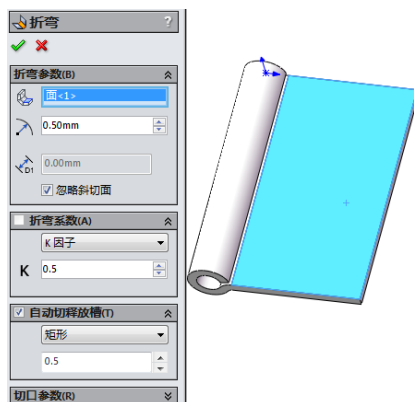
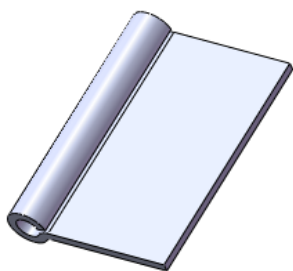

图 11-6 进行插入折弯操作
图 11-7 插入的折弯
④插入折弯。单击“钣金”工具栏中的“插入折弯”按钮,或执行“插入”→“钣金”→“折弯”菜单命令,系统弹出“折弯”属性管理器,单击图 11-6 所示的面作为固定表面,其他设置默认,单击“确定”按钮,插入折弯如图 11-7 所示。